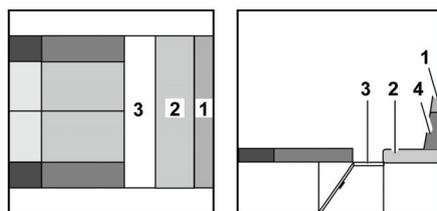

Bild 138 Während des Umbaus
- Lattenrost (Bild 138,3) ausziehen.
- Das Zusatzpolster (Bild 139,1) vom Rückenpolster (Bild 138,4) abziehen. Das Zusatzpolster ist am Rückenpolster mit Klettband befestigt und kann leicht abgetrennt werden.